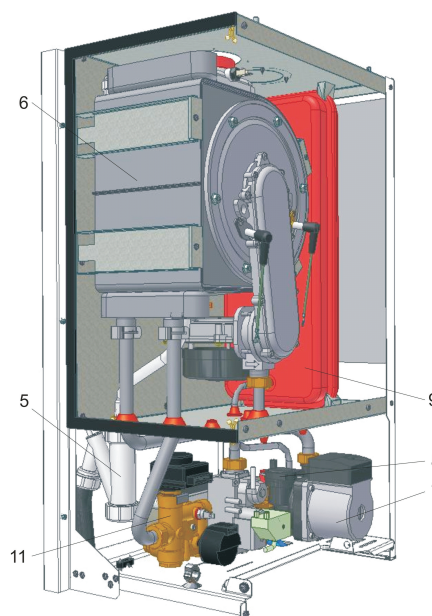

Fig.nr.2
2.2.2 CIRCUITUL HIDRAULIC (VEZI FIG. NR.2)
1. Schimbătorul de căldură primar (pozitia 6 fig. nr.2). Asigură preluarea căldurii dezvoltate prin arderea combustibilului către agentul termic din circuitul primar. Este fabricat din oțel inoxidabil și are formă inelară. În interiorul său este localizată camera de ardere, pe care o delimitează.
2. Pompa de circulație (poziția 7 fig. Nr.2).
3. Ventilul de aerisire automată (poziția 8 fig. nr.2).
4. Vasul de expansiune (poziția 9 fig. nr.2).
6. Vana cu trei căi (poziția 11 fig. nr.2).